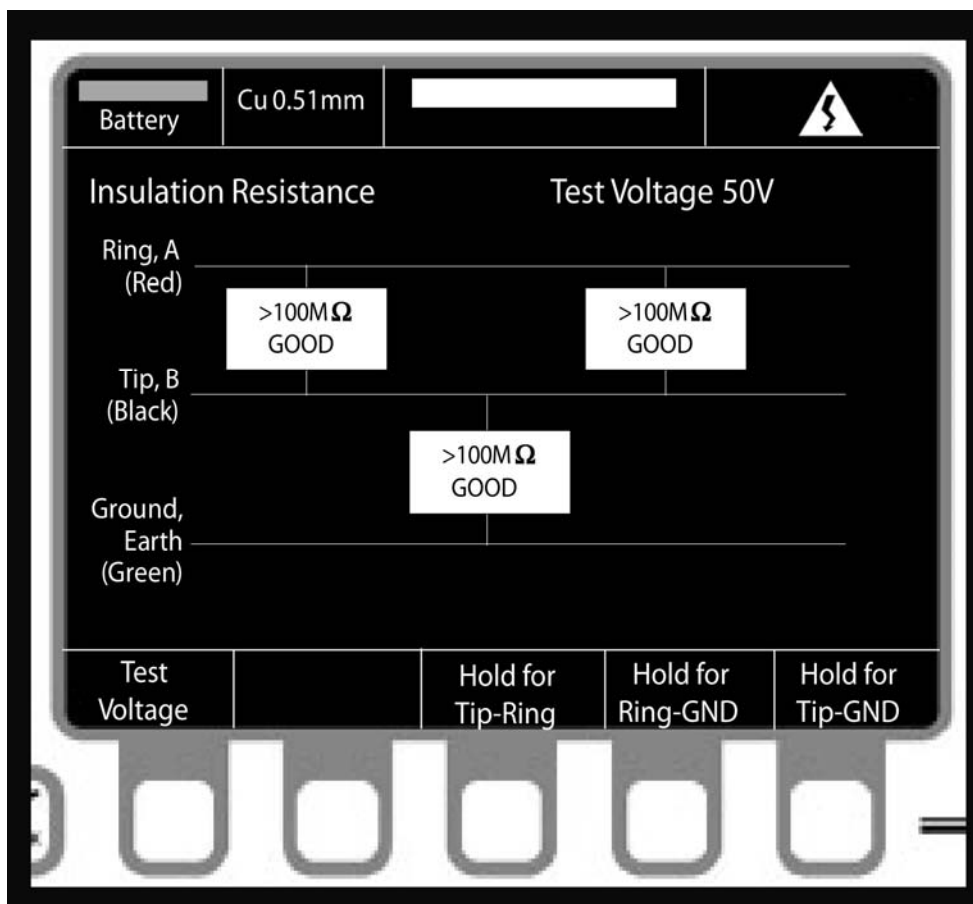

Рисунок 8 - Экран измерения сопротивления изоляции.
3.4 Измерение сопротивления изоляции (рисунок 8)